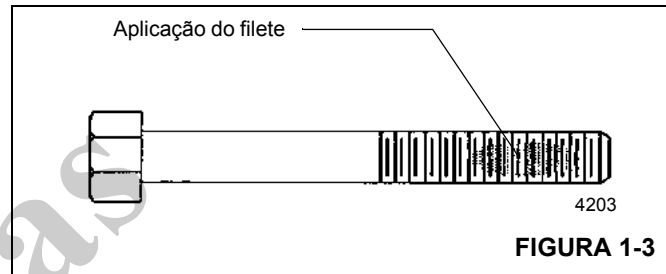

FIGURA 1-3
1. Aplique um filete perpendicular à rosca, cobrindo vários sulcos, no local aproximado do engate das roscas (Figura 1-3).